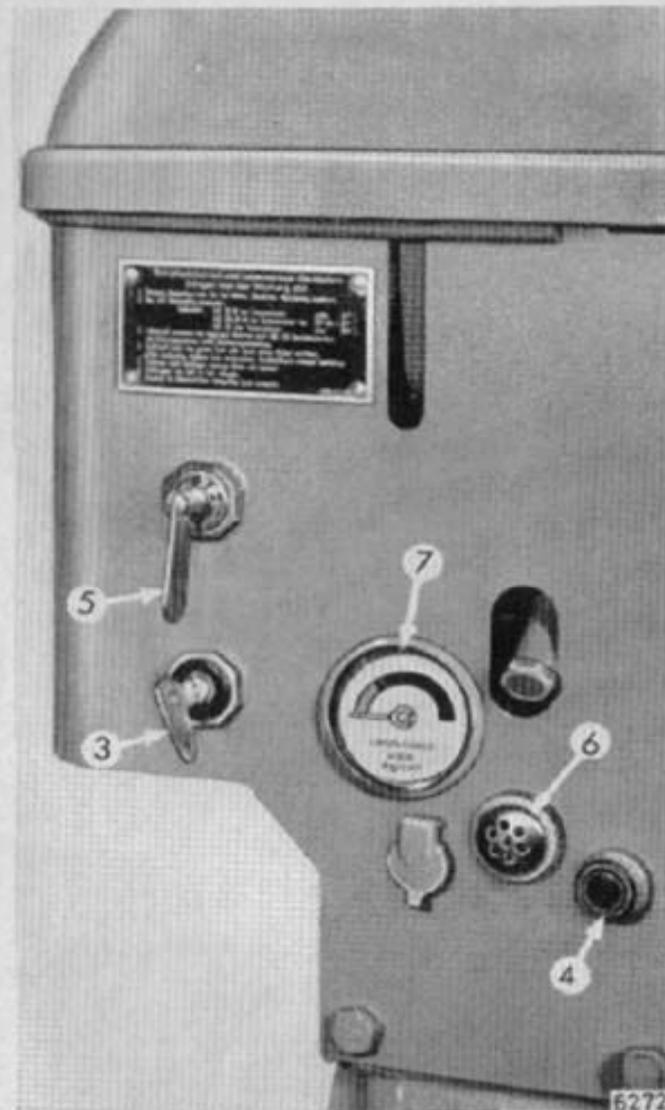

Bild 9
3. Schaltkastenschlüssel 3 (Bild 9) einstecken, wobei die Ladestrom-Kontrolllampe 4 rot aufleuchten muß.
7. Beachten Sie den Öldruckmesser 7 (Bild 9). Der Zeiger muß auf das grüne Feld zeigen. Bleibt der Zeiger auf rot stehen, so ist der Motor sofort abzustellen und die Ursache des zu niedrigen Öldrucks nach der Störungstabelle zu beseitigen.
3. Bei elektr. Ausführung leuchtet die Ladestromkontrolllampe 4 (Bild 9) nach Stillstand des Motors wieder auf.
Schaltkastenschlüssel 3 (Bild 9) abziehen, wobei die Ladestrom-Kontrolllampe 4 erlischt.